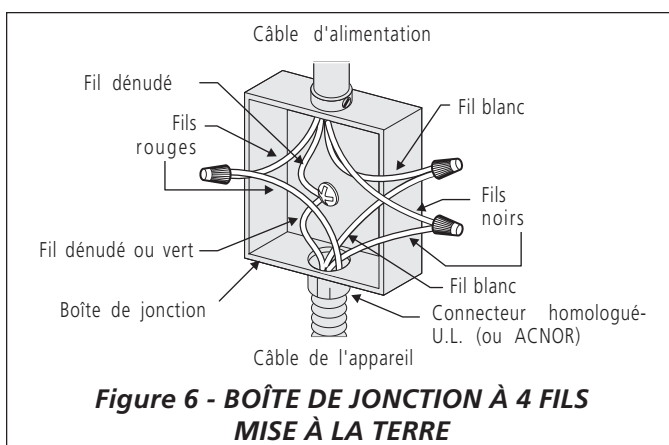

Figure 6 - BOÎTE DE JONCTION À 4 FILS
2. Si l'appareil est utilisé dans une maison mobile, ou si les codes locaux N'AUTORISENT PAS une connexion du conducteur de mise à la terre du châssis au neutre (blanc), séparez le fil blanc du câble dénudé en cuivre de mise à la terre du câble d'alimentation de l'appareil. Raccordez le fil blanc du câble d'alimentation de l'appareil au fil blanc de la boîte de jonction. Connectez les fils rouge et noir du câble d'alimentation au fil de couleur correspondante dans la boîte de jonction. Le fil dénudé doit être utilisé pour la mise à terre de l'appareil en accord avec les normes électriques locales applicables. Connectez le fil dénudé en cuivre de mise à la terre au fil de mise à la terre du panneau principal. NE connectez pas le fil de mise à la terre à un tuyau d'alimentation de gaz. Ne branchez pas l'appareil au circuit électrique avant qu'il soit mis à la terre correctement, en permanence. Branchez le conducteur de mise à la terre avant de mettre l'appareil sous tension (Figure 6).